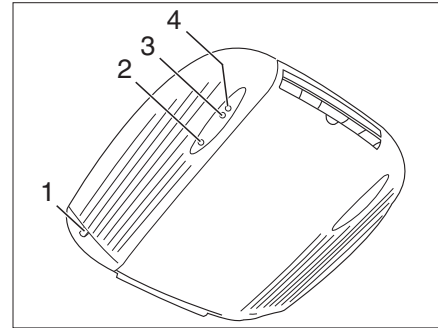

Fig. 194 Vue de l'intérieur
- Raccorder le véhicule à l'alimentation 230 V. La climatisation est prête à fonctionner. La DEL rouge (Fig. 194,2) s'allume.
Le voyant de contrôle vert (Fig. 194,3) indique le fonctionnement de refroidissement, le voyant de contrôle rouge (Fig. 194,4) le fonctionnement de chauffage.